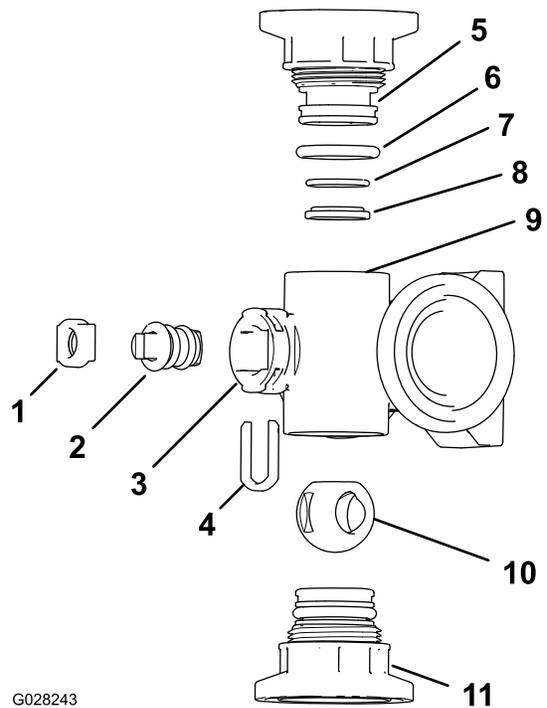

図 116
2. マニホルドのボディ両端部にあるエンドキャップフィッティングアセンブリ2個を取り外す 図 116 と 図 117。
- マニホールド内部のステムポートのスロットからステムリテーナを取り外す 図 116 と 図 117。
- マニホールドからステムリテーナとバルブシートを取り外す 図 116 と 図 117。
- マニホールドボディの中に手を入れてバルブステムアセンブリを取り出す 図 116 と 図 117。
- 出口フィッティングの Oリング個別ブームバルブマニホールドのみ、エンドキャップの Oリング、バックシートの Oリング、ボールシートそれぞれに傷や過度の摩耗がないか点検する 図 116 と 図 117。
- バルブのステムにシリコングリスを塗り、ステムをバルブステムシートに取り付ける 図 116 と 図 117。
- バルブステムとシートをマニホールドに取り付けてステムリテーナで固定する 図 116 と 図 117。
- バックシートの Oリングとボールシートが相互に整列しており、エンドキャップのフィッティングに適切に収まっていることを確認する 図 116 と 図 117。
- エンドキャップフィッティングアセンブリをマニホールドボディに取り付け、エンドキャップフィッティングのフランジがマニホールドのボディに接触したら 図 116 と 図 117、その位置からさらにバルブを 1/8-1/4 回転締め付ける。